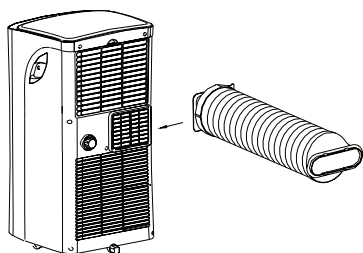

Fig.18
2. Spingere il tubo di scarico nell'apertura dell' uscita dell' aria lungo la direzione della freccia (vedi Fig.18).